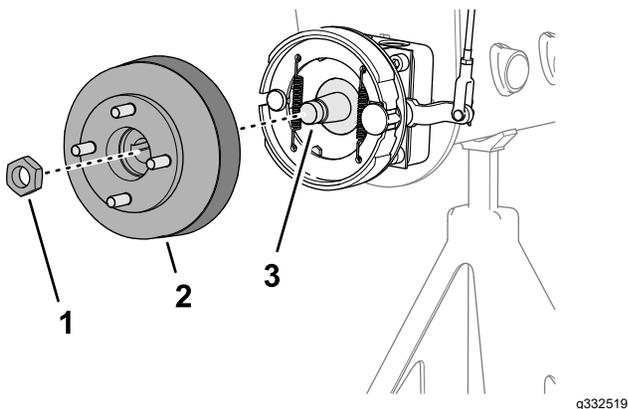
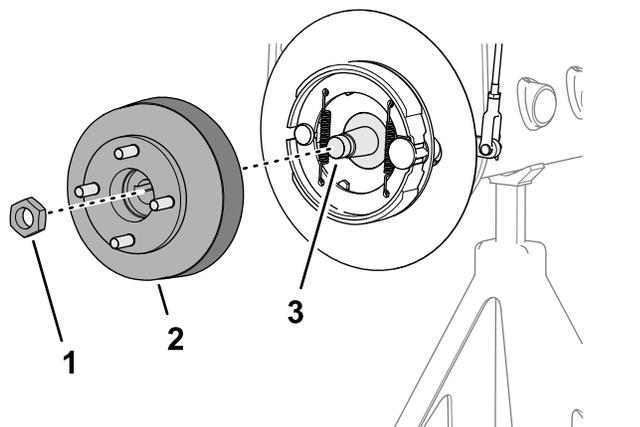

Figura 63
Figura 64
1. Remova a porca de bloqueio que prende o cubo ao eixo do motor da roda (Figura 63 ou Figura 64).
4. Utilize o extrator do cubo das rodas para remover o cubo das rodas e tambor dos travões do veio do motor das rodas (Figura 63 ou Figura 64).